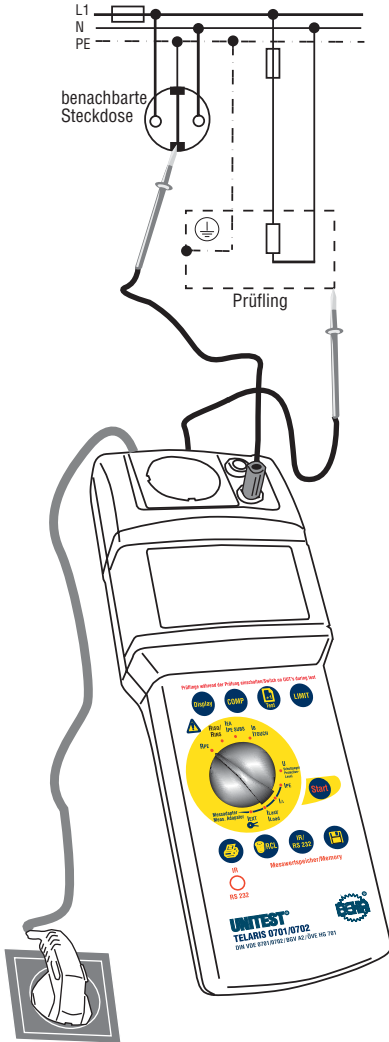

Bild 6.2: Messung des Schutzleiterwiderstandes bei festangeschlossenen Geräten
- ▶ Schließen Sie den UNITEST TELARIS 0701/0702 mit dem Netzanschlusstecker (1) an eine funktionsfähige und ordnungsgemäß angeschlossene Schutzkontakt-Netzsteckdose an.
- ▶ Stellen Sie den Drehschalter 'Messfunktion' (15) auf die Schalterstellung 'RPE'.
- ▶ Stellen Sie mittels der Taste LIMIT (7) den Grenzwert für den Schutzleiterwiderstand ein.
- ▶ Bei fest angeschlossenen Geräten verbinden Sie den PE-Anschluss einer benachbarten Steckdose mit der blauen Buchse 'PE' (5), siehe Bild 6.2.
- ▶ Verbinden Sie den PE-Prüfanschluss 'Sonde' (2) mit berührbaren leitfähigen Gehäuseteilen des Prüflings entsprechend Bild 6.2 oder 6.3, achten Sie auf guten Kontakt mit der Oberfläche der Gehäuseteile.
- ▶ Drücken Sie die Taste „Start“ (9). Das blinkende Symbol für die Messeinheit im Display signalisiert den aktuellen Messvorgang.
- ▶ Lesen Sie den Messwert von der LC-Anzeige (6) ab. Das Symbol 'LIMIT' (21) zeigt bei eingeschalteter Grenzwertanzeige eine Überschreitung des Grenzwertes an.
- ▶ Das Gerät zeigt den Wechselstromwiderstand der Schutzleiterverbindung an. Mit der Taste "Anzeige" (17) können Sie während der Messung nacheinander die einzelnen Messwerte für den positiven und negativen Prüfstrom getrennt abrufen (Anzeigesymbol  $\Omega+$  und  $\Omega-$ ).
- ▶ Die Messergebnisse können durch Drücken der Taste  (10) abgespeichert werden. Hinweise zu Speichern von Messwerten siehe Abschnitt 7.1 und 7.2.